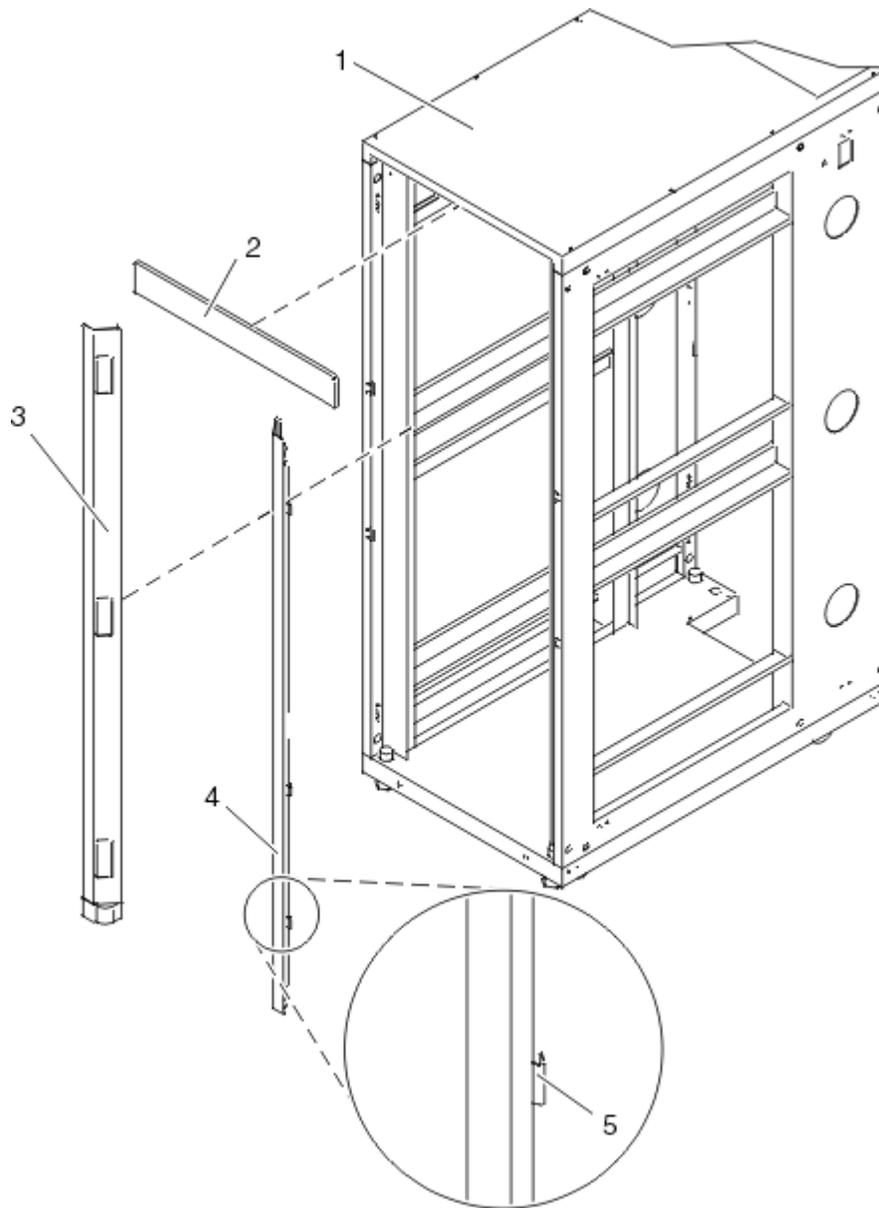

Figure 11. Retrait des panneaux d'habillage
2. Retirez les panneaux d'habillage haut, gauche et droit. Les panneaux d'habillage sont maintenus en place par des pinces de fixation, comme illustré à la Figure 11, à la page 16.